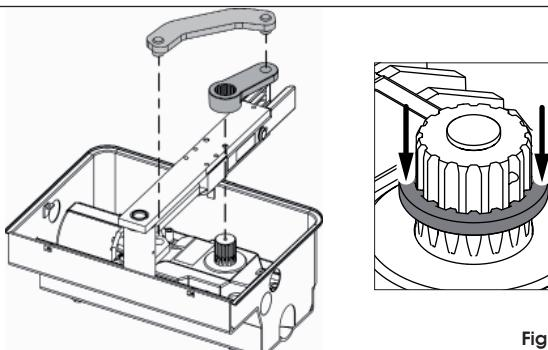

Fig. 13a
- Zet de aandrijving op de speciale bevestigingsschroeven op het vlak van de behuizing, en zet haar vast met behulp van de bijgeleverde moeren en rondsels (fig. 13a en 13b).
- Sluit de vleugel met de hand en monter de bijgeleverde hendels zoals aangeduid in Fig. 13a.